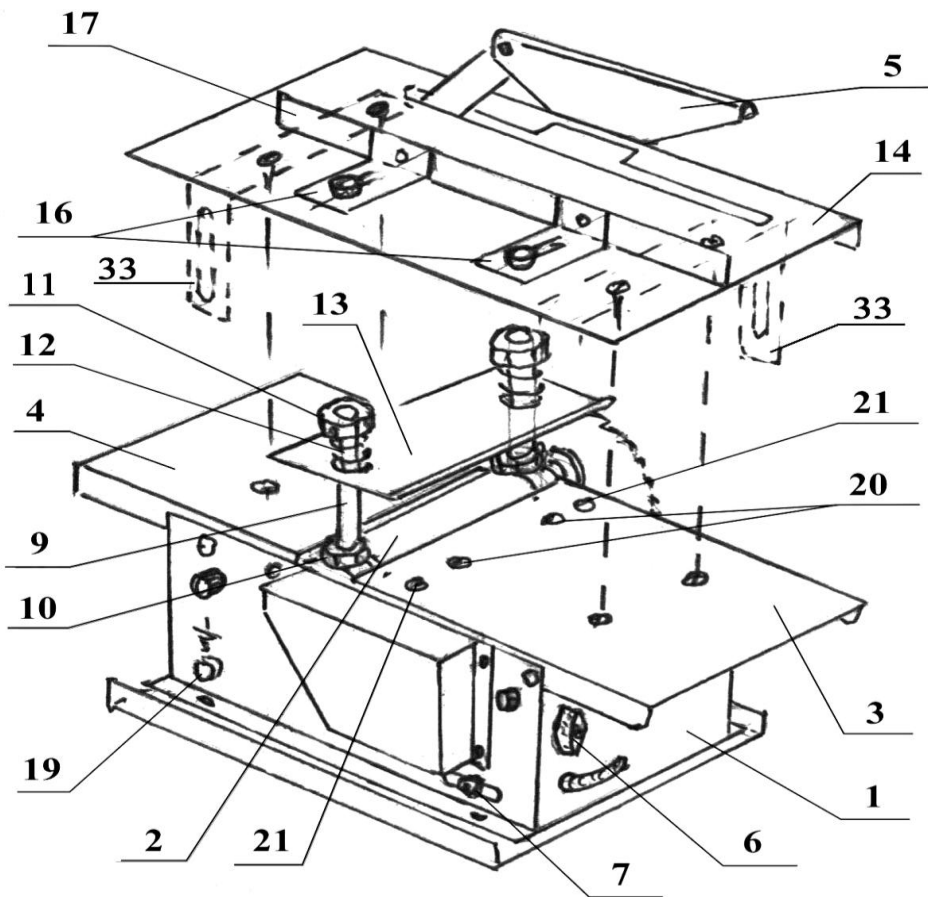

Рис. 1
1.3. Устройство станка. (Рис. 1)
На левой стенке станка имеется гайка (болт) (19, Рис.1) для крепления заземления. При работе на станке используется стандартный режущий инструмент с посадочным диаметром \varnothing 32 мм. В станке применяются асинхронные электродвигатели непрерывного режима работы, обладающие повышенной надежностью.